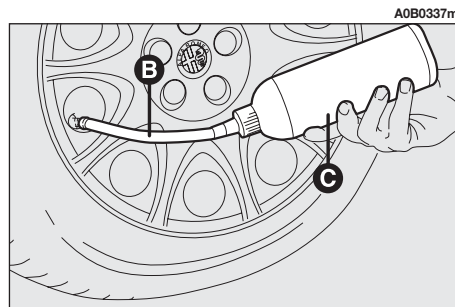

fig. 16
**4)** Introduire le tuyau flexible de remplissage, (**B-fig. 16**) sur la valve du pneu, maintenir la bouteille (**C-fig. 16**) avec le tuyau tourné vers le bas puis appuyer de manière à ce que le liquide pour sceller rentre dans le pneu.